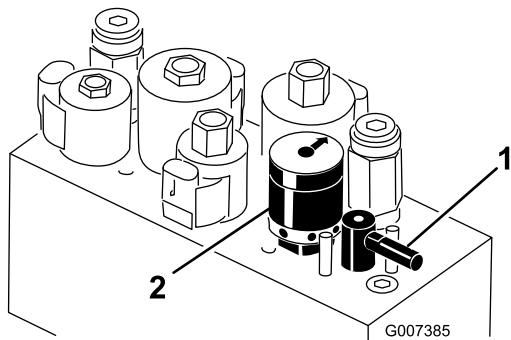

Bild 32
- Drehen Sie zum Einstellen der Spindeldrehzahl das Handrad (Bild 32), bis die Zeiger auf die Nummern zeigen, die der gewünschten Einstellung entsprechen.